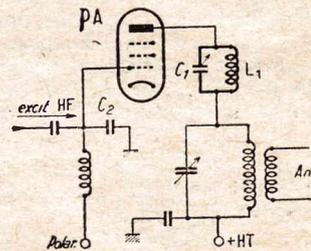

FIG. 5
Il est également possible d'intercaler un circuit bouchon  $L_1 C_1$  à la sortie anodique du tube PA (voir fig. 5). Si l'on utilise un push-pull au PA, un circuit  $L_1 C_1$  devra être monté à la sortie anodique de chaque tube. Bien entendu, le circuit  $L_1 C_1$  doit être réalisé de façon telle qu'il puisse s'accorder sur la fréquence perturbatrice à éliminer (28 Mc/s ou VHF, selon le cas).
c) Monter dans le circuit plaque de l'étage perturbateur, un circuit bouchon  $L_1 C_1$  accordé sur la fréquence de perturbation (comme nous l'avons indiqué pour le PA, fig. 5) ;
g) Entre grille et masse de l'étage en défaut, placer une capacité céramique de 10 pF environ ( $C_2$  sur la fig. 5) ; réaccorder ensuite pour obtenir l'excitation correcte de l'étage ;